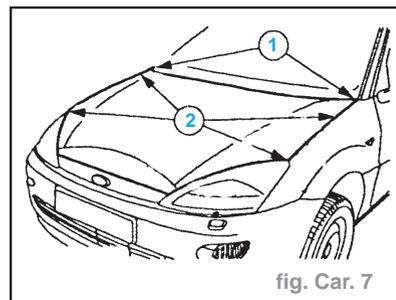

fig. Car. 7
- Ajuster le capot dans le sens longitudinal. (fig. Car. 7)